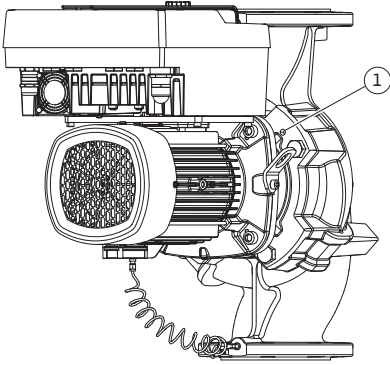

Fig. 11: Takma kitinin dişli delikleri üzerinden dışarı bastırılması (pompa tipine göre)
5. Takma kitini (bkz. Fig. 4) pompa gövdesinden sökün. Pompa tipine göre (bkz. Fig. I ... III) çeşitli kullanımlar vardır: Pompa tipi (Fig. I) için cıvataları (Poz. 29) çözün. Takma kitini pompa gövdesinden ayırın. Pompa tipi (Fig. II ve Fig. III) için verilen iki dişli deliği (Fig. 11, Poz. 1) kullanın. Müşteri tarafından sağlanan uygun cıvataları kullanın (ör. M10 x 25 mm).
5. Takma kitini (bkz. Fig. 4) pompa gövdesinden dışarı bastırın. Bunun için iki dişli deliğini (bk. Fig. 11) kullanın. Yuvanın sökülmesi için uygun uzunluğa sahip M10 civataları dişli deliklerine takın.